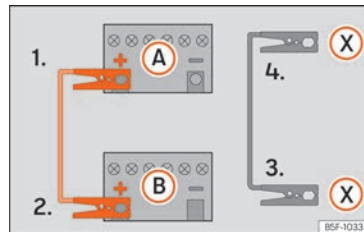

Fig. 55 Esquema de conexión para vehículos con sistema Start Stop.
- 4b. En los vehículos con sistema Start-Stop: emborne un extremo del cable negro de emergencia **(X)** a un terminal de masa adecuado, a una pieza de metal maciza que vaya atornillada al bloque motor o al mismo bloque motor » » » **fig. 55**.